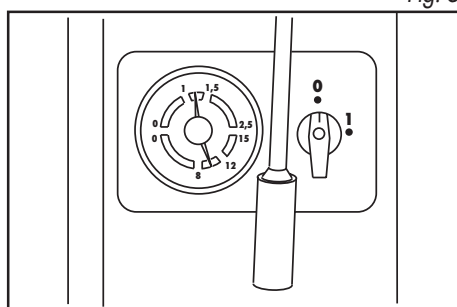
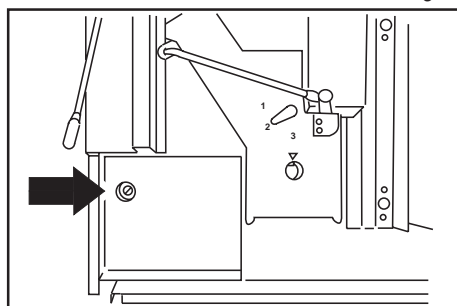

Fig. 6
Fig. 7
- Dopo circa 5-7 minuti dall'accensione, la spia di pronto macchina posta sopra al simbolo ☞ si accende, ad indicare che si è raggiunta la giusta temperatura in caldaia (verificare che la scala superiore del manometro indichi una pressione compresa tra 1,2 e 1,5 bar) (fig.6).
- Premere ora il tasto ♥ e di seguito ☹. Quando inizia ad uscire acqua dall'erogatore, osservare la scala inferiore del manometro che deve indicare una pressione compresa tra 8 e 10 bar (fig.6). Qualora la pressione non rientrasse nei limiti indicati, agire sulla vite di regolazione posta dietro al cassetto dei fondi per ripristinare il valore corretto (fig.7). Ripremendo uno qualunque dei tasti, l'uscita di acqua si arresta.